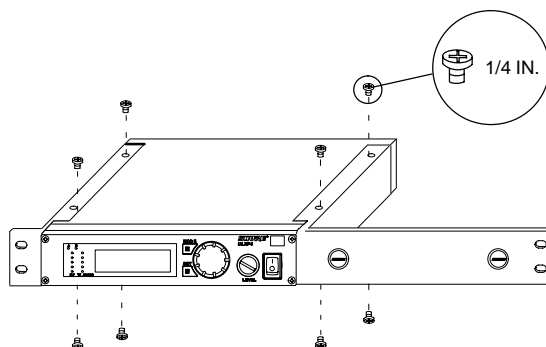

FIGURE 49
1. Aligner les supports de montage en rack fournis sur les trous situés de chaque côté du récepteur. Se reporter à la figure 49.